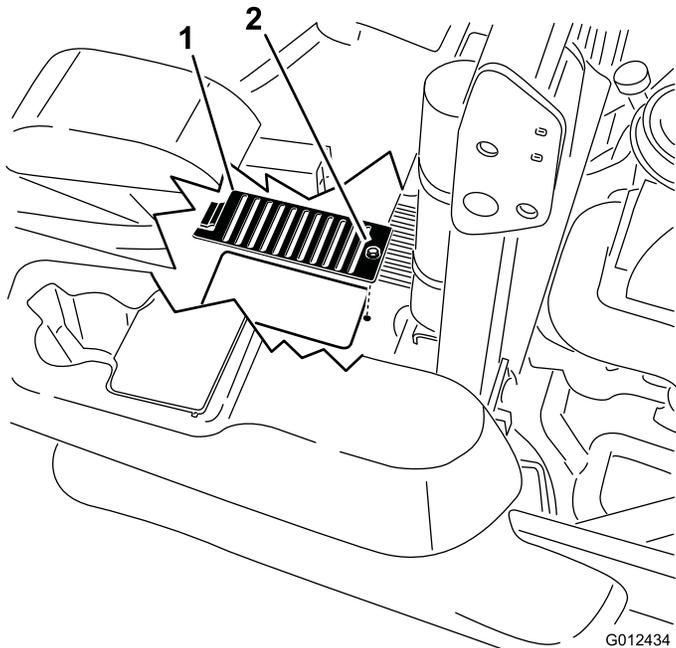

Figure 75
6. Au-dessus de chaque jauge, retirez le couvercle ainsi que le boulon fixé dessus. Nettoyez la surface autour de chaque jauge et unité hydraulique (Figure 75).